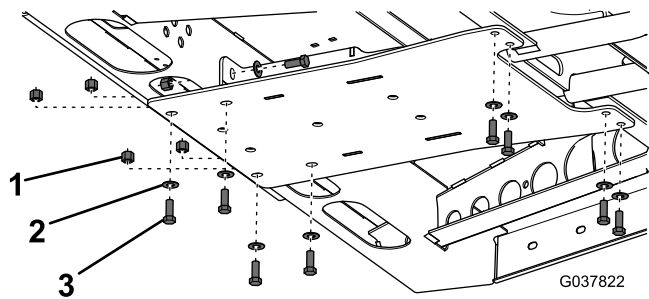

Figura 3
7. Con 10 pernos, arandelas planas y contratruercas, conecte, sin apretar, la placa de protección del chasis inferior al bastidor del vehículo (Figura 3).